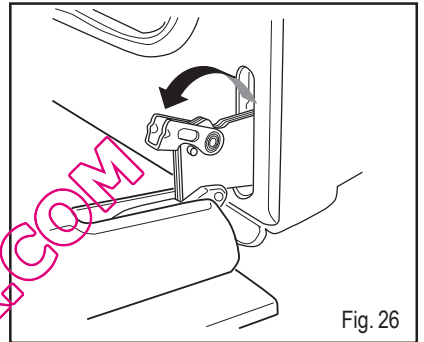

Fig. 26
3. Soulevez et tournez les leviers des deux charnières (Fig. 26).